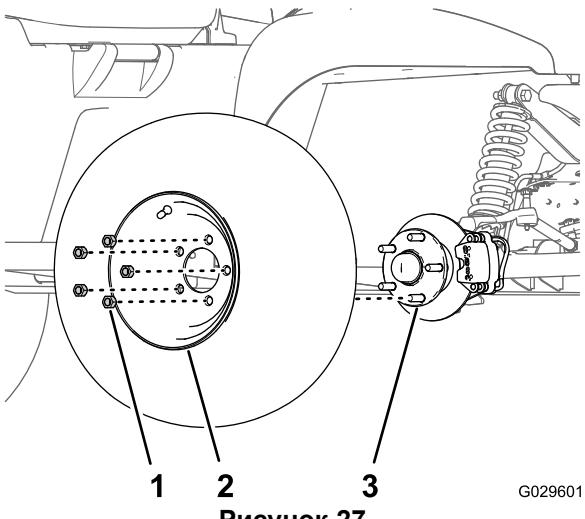

Рисунок 27
2. Отверните 5 зажимных гаек, которые крепят каждое колесо к ступице (Рисунок 27).
- Совместите отверстия в колесе со шпильками в ступице и установите колесо на ступицу так, чтобы вентиль шины был направлен наружу (Рисунок 27).
- Закрепите колесо на ступице зажимными гайками (Рисунок 27), затяните гайки с моментом 108-122 Н·м.